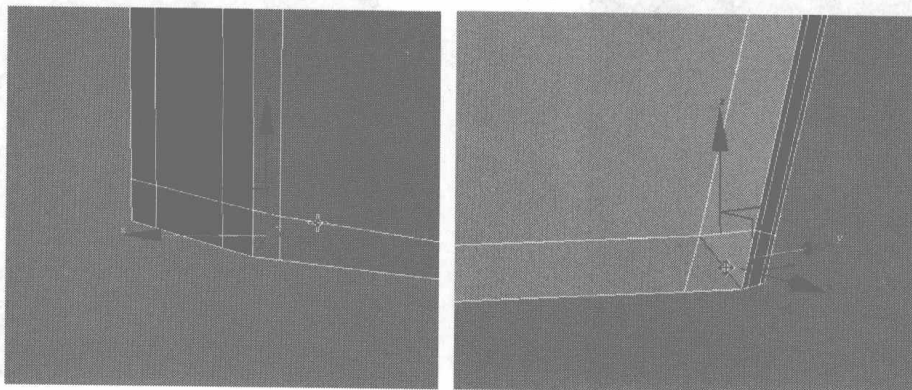

图 3.117
- 27** 分别选择内侧与外侧如图 3.117 所示的边线，用 Remove 命令将选择的边线删除。